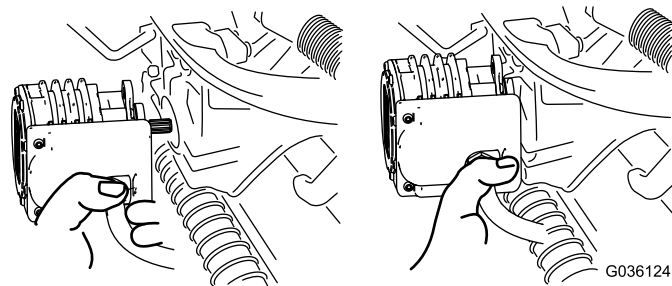

Figura 36
4. Mova o motor para o local de armazenamento na parte da frente do braço de suspensão (Figura 36).